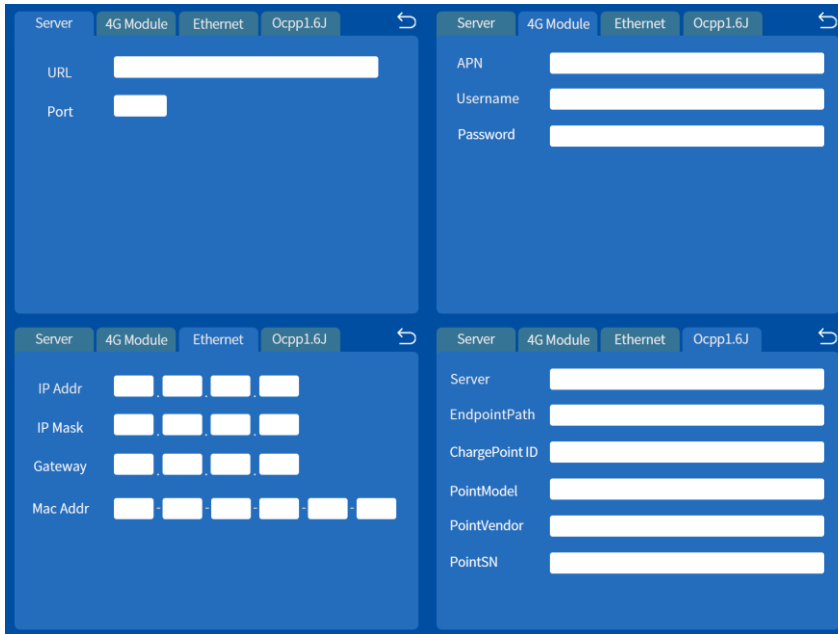

Figure 22 Interface des paramètres réseau
5) L'interface des paramètres réseau est illustrée à la Figure 22.